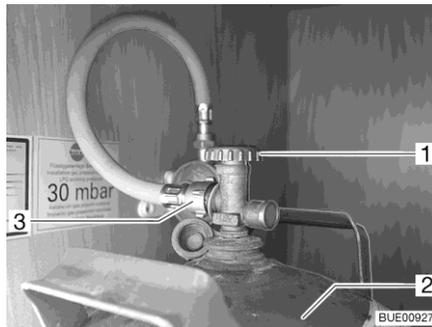

Fig. 131 Vano portabombole
- Chiudere la valvola principale di arresto (Fig. 131,1) della bombola del gas (Fig. 131,2). Osservare la direzione della freccia.
- Svitare il tubo del gas (Fig. 131,3) dalla bombola del gas.